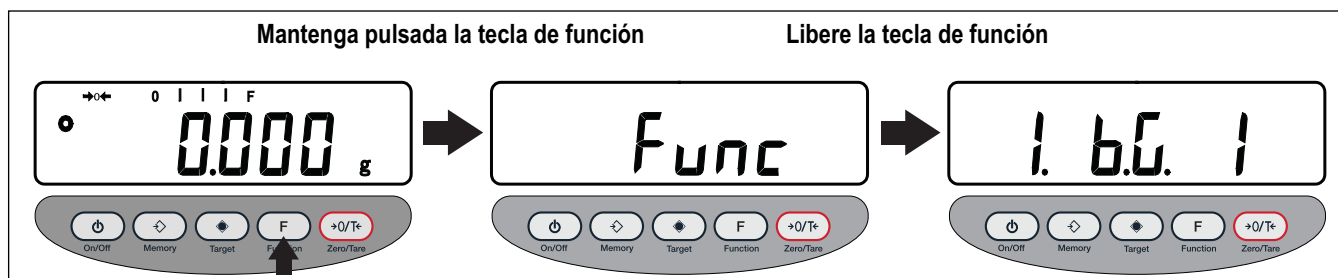

Figura 4-1. Entrada del menú de funciones
1. Mantenga pulsada **F** hasta que aparezca **Func** y, a continuación, suelte la tecla. Se activa el modo de configuración de funciones y el primer parámetro, **1. b.ct. 1** (consulte la Figura 4-1 en la página 18).